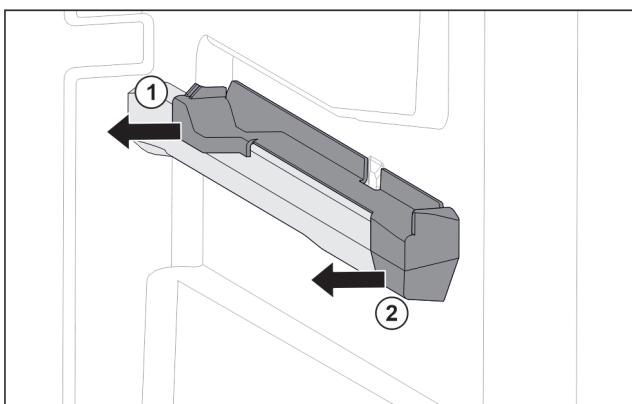

Fig. 41 Natični nastavek na desnemu nastavku za posodo
► Natični nastavek zadaj izvlecite vstran. Fig. 41 (1)
► Natični nastavek spredaj izvlecite vstran. Fig. 41 (2)